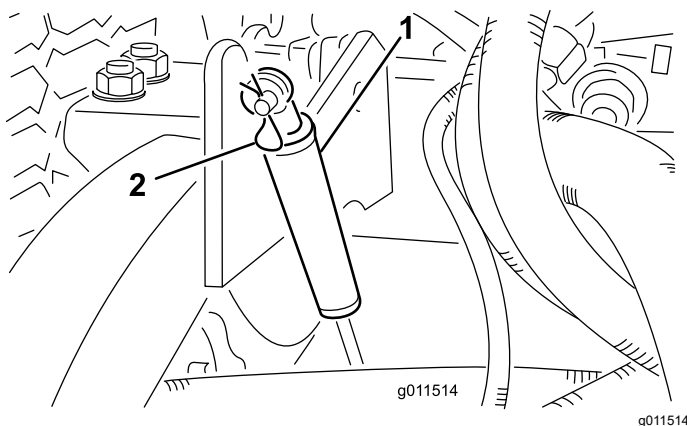

Bild 121
2. Nehmen Sie den Splint ab, mit dem die Stoßdämpfer an den Hubarmen befestigt sind (**Bild 121**).